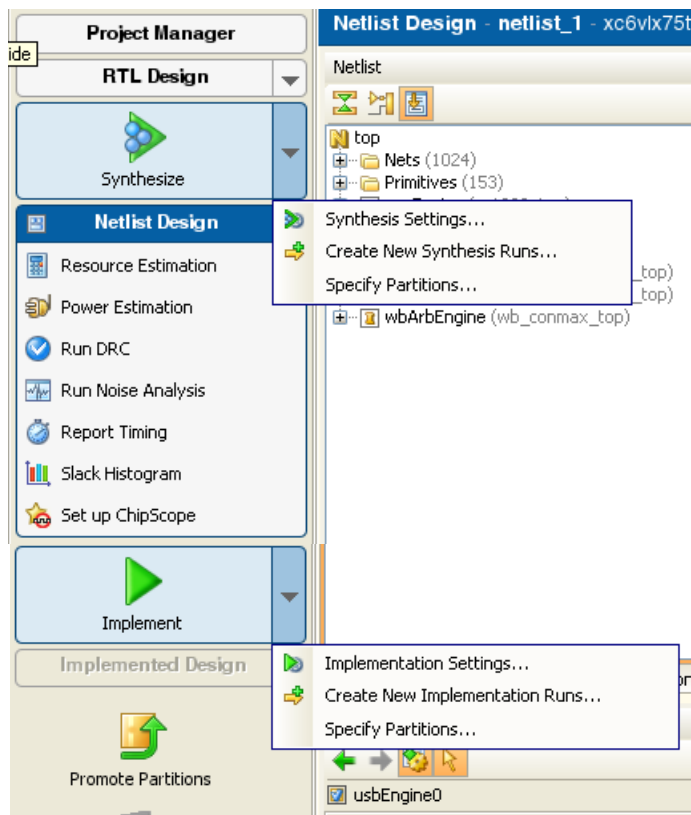

図 13-2: 合成およびインプリメンテーションでのパーティションの設定
1. 図 13-2 のように、Flow Navigator で [Synthesize] または [Implement] ボタンの横にあるプルダウン メニューから [Specify Partitions] をクリックします。(1)